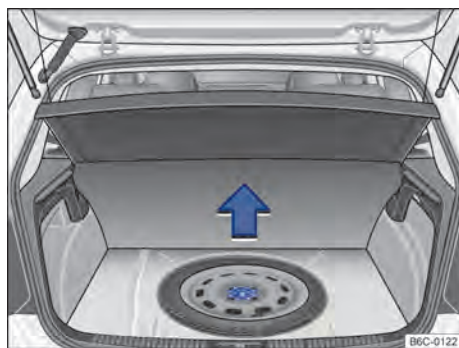

Fig. 127 No compartimento de bagagem, sob o revestimento de assoalho: roda de emergência e ferramentas de bordo.
As ferramentas de bordo e a roda de emergência estão localizadas no compartimento de bagagem, sob o revestimento do assoalho → Fig. 127.
- Levantar o revestimento do compartimento de bagagem → Fig. 127.